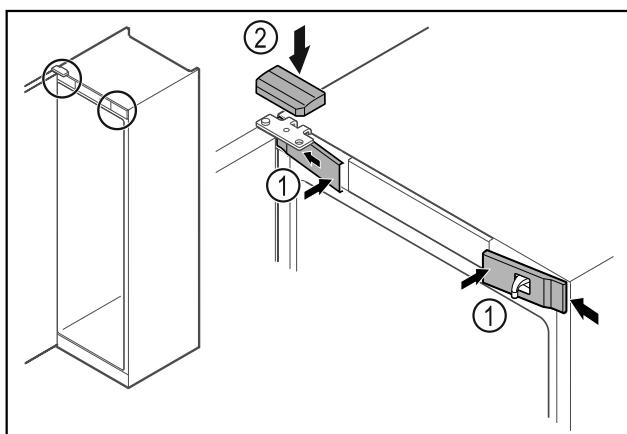

Fig. 52
- Закачете предните капаци Fig. 52 (1) отстрани и фиксрайте.
- Фиксирайте горния капак Fig. 52 (2) отгоре.